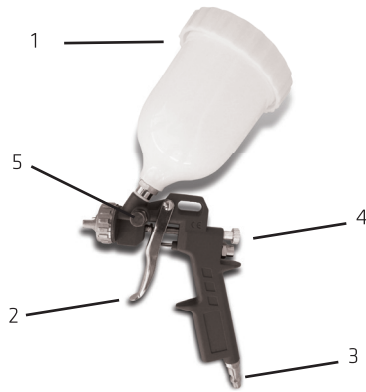

Figura 1
- Filtre o material para colocá-lo na caneca (Figura 1 - Item 1) utilizando filtro específico.
- Ajuste o compressor de ar para uma pressão de 30 a 50 lbs e engate a mangueira na pistola (Figura 1 - Item 3). Garanta que a pressão não ultrapasse 60 lbs.
- Feche totalmente (vire à direita) o parafuso regulador de tinta (figura 1 - item 4).
- Vá abrindo a regulador (vire à esquerda) e acionando o gatilho (figura 1 - item2) até encontrar o jato desejado.
- O parafuso regulador do leque (Figura 1 - Item 5) serve para ajustar a configuração de pulverização: fechado totalmente para a direita projetará um jato cilíndrico. A medida que são dadas voltas para a esquerda, o jato assume uma forma oval cada vez mais larga, até ficar praticamente redonda.